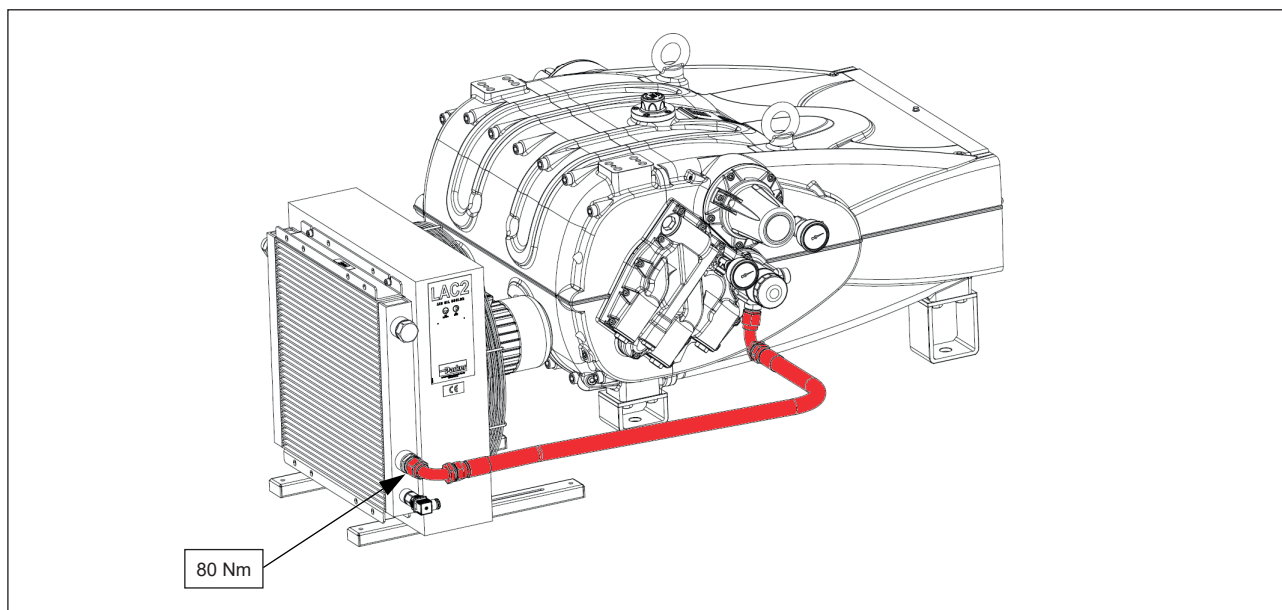

Fig. 15
2. Conecte o primeiro tubo através da curva de 90° ao encaixe na entrada do trocador, localizado na parte inferior do mesmo (veja a Fig. 15). Aperte com um torque de 80 Nm.